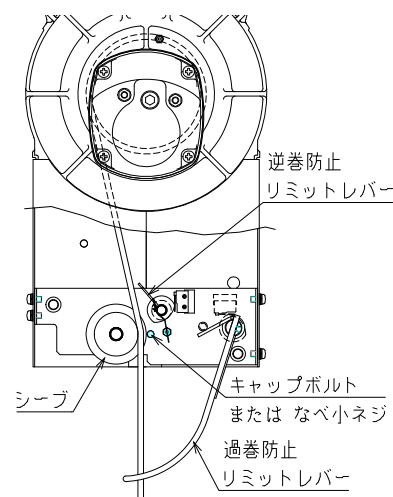

図4
- 1) ワイヤロープのロック管側を①過巻防止リミットレバーの間、②シーブと逆巻きリミットレバー間という順に通し、ドラムの取付け穴の大きい方へ差し込む。(図4)